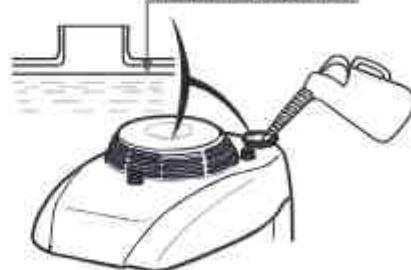

Рис. 13 Максимальный уровень топлива в топливном баке
Максимальный уровень топлива показан на Рис. 13.
3. Залейте бензин в топливный бак при помощи специальной ёмкости или воронки до уровня, показанного на Рис. 13.